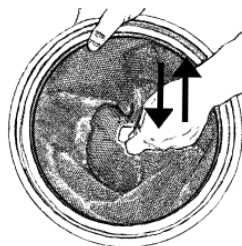

Fig. 23
2. Non rimuovere il filtro dal pacco polvere. Scuotere leggermente il filtro all'interno del pacco polvere per liberare la polvere dal filtro stesso, facendola ricadere all'interno del pacco polvere. Per eseguire tale operazione, afferrare la cinghia del filtro e muovere rapidamente il filtro in alto e in basso come mostrato in Fig. 23.